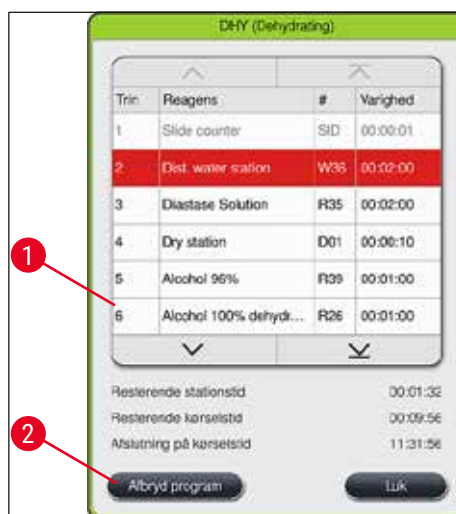

Fig. 90
2. Der åbnes en liste over programtrin (→ "Fig. 90"); det aktuelle trin er markeret med rødt (→ "Fig. 90-1").